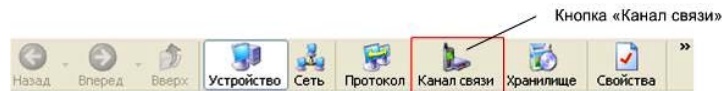

Рисунок 4.2 – Кнопка «Канал связи» на панели инструментов
4.2 Нажмите на панели инструментов кнопку «Канал связи» (меню «Справочник -> Канал связи») (рисунок 4.2). В результате откроется окно «Справочник», которое показано на рисунке 4.3.